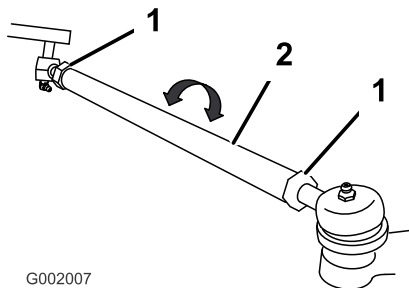

Figure 62
5. Si les mesures sont hors spécifications, desserrez les écrous de blocage aux deux extrémités des biellettes (Figure 62).